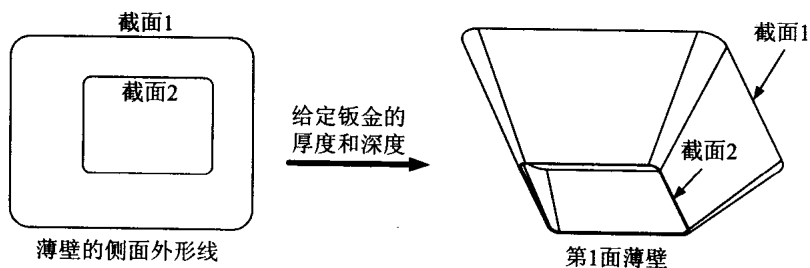

图 1.15
4. Blend(混合): 由数个二维或三维截面混成为薄壁实体, 如图 1.15 所示。